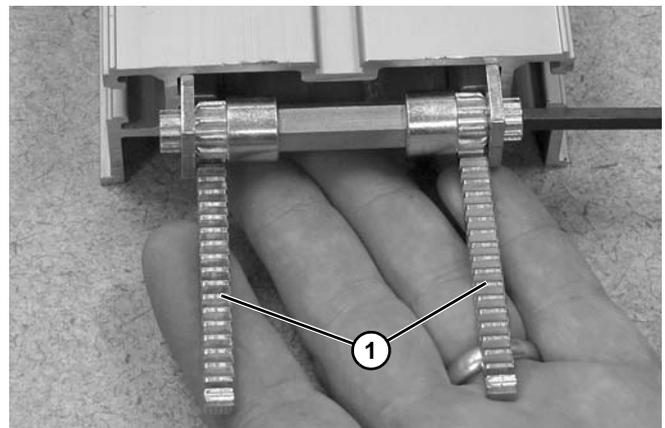

Figure 95
- Replacer les deux crémaillères (**Figure 95, élément 1**) dans le châssis du convoyeur.